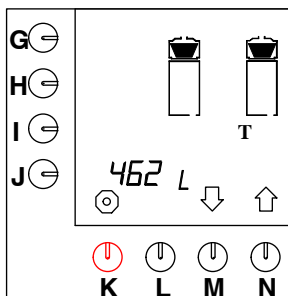

Fig. 19 Totalräkneverk bryggarsystem
- Totalräkneverket visas på displayen. Det totala antalet liter kaffe som har bryggats under maskinens livslängd kan avläsas på displayen (fig. 19).